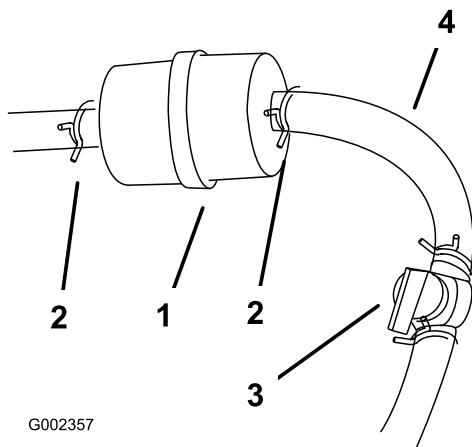

Figura 38
4. Cierre la válvula de cierre de combustible (Figura 38)
5. Apriete los extremos de las abrazaderas y deslícelas por el tubo alejándolas del filtro (Figura 38).
7. Instale un filtro nuevo y acerque las abrazaderas al filtro (Figura 38).
3. Cierre la válvula de cierre de combustible (Figura 38).
4. Afloje la abrazadera cerca del filtro de combustible y deslícela por el tubo, alejándola del filtro de combustible (Figura 38).
5. Desconecte el tubo de combustible del filtro de combustible (Figura 38).
Nota: Deje fluir la gasolina a una lata u otro recipiente apropiado (Figura 38).
7. Instale el tubo de combustible en el filtro de combustible. Acerque la abrazadera al filtro de combustible para fijar el tubo de combustible (Figura 38).